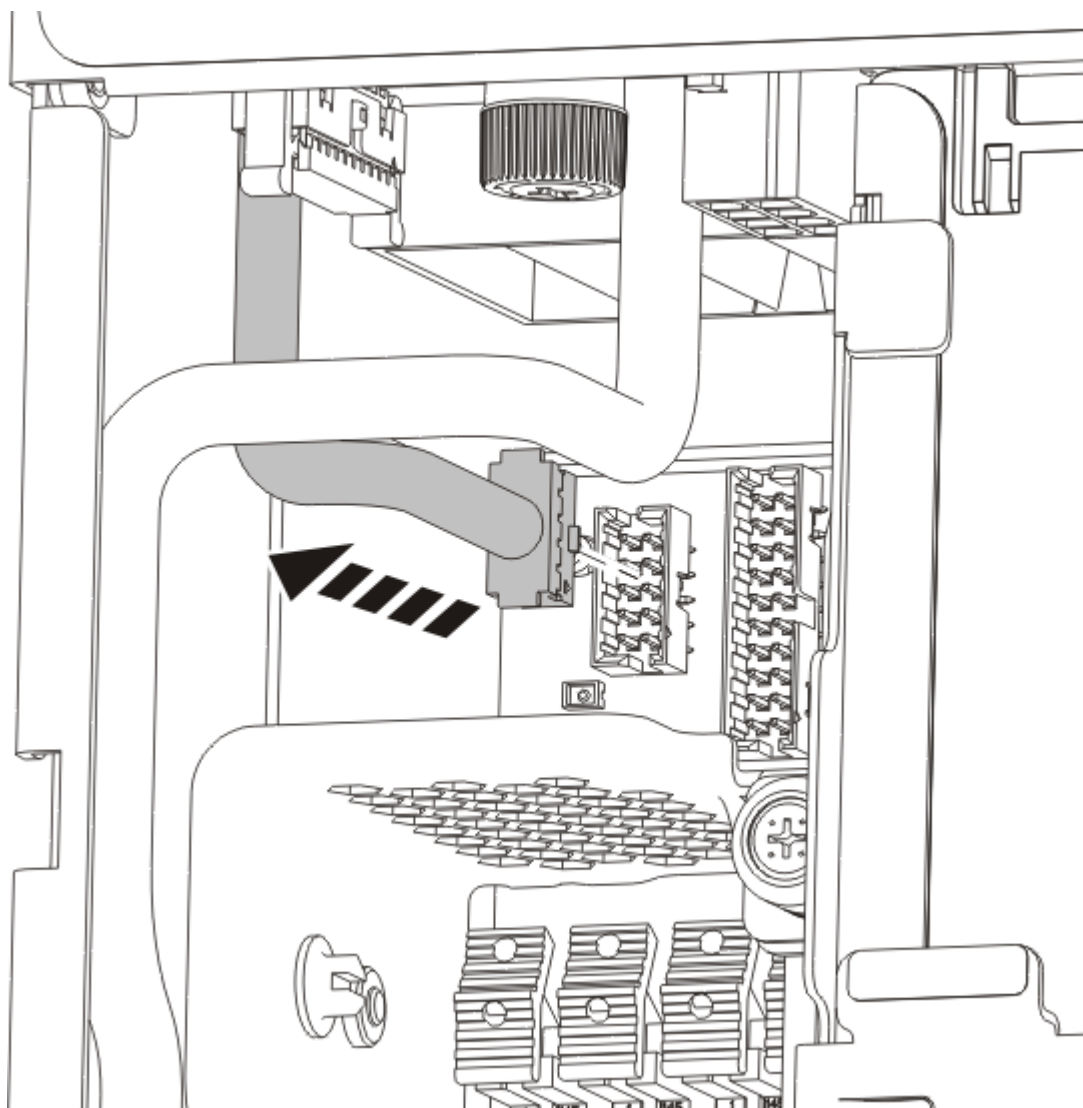

図 54. システム・バックプレーンからのコントロール・パネル・ディスプレイ・ケーブルの切り離し
3. コントロール・パネル・ディスプレイ・ケーブルのプラグをシステム・バックプレーンから抜きます (59 ページの図 54 を参照)。